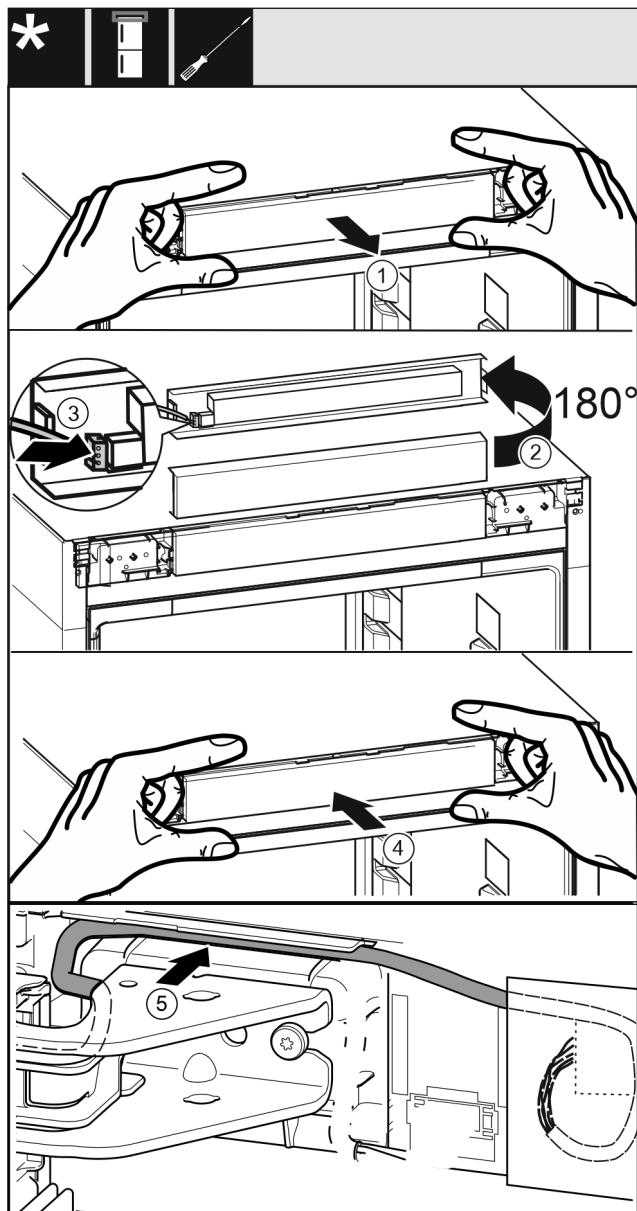

Fig. 43
- Αφαιρέστε προσεκτικά την πρόσοψη χειρισμού. Fig. 43 (1)
- Περιστρέψτε το διακοσμητικό κάλυμμα 180° προς τα επάνω. Fig. 43 (2)
- Κουμπώστε το φίς στην πρόσοψη του χειριστηρίου. Fig. 43 (3)
- Κουμπώστε ξανά την πρόσοψη χειρισμού στη συσκευή. Fig. 43 (4)
- Τοποθετήστε το γκρι καλώδιο προσεκτικά στον οδηγό πάνω από το επάνω στήριγμα. Fig. 43 (5)